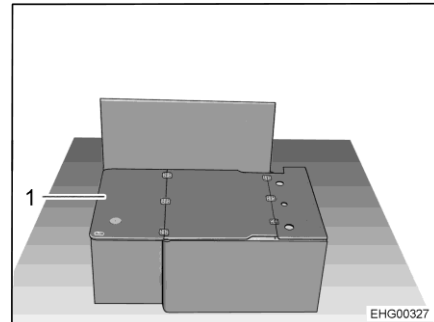

Bild 33 Längsgående sittbänk utan dynor
- Fäll upp brädan (Bild 33,1) 180° och placera på sittbänkslocket.